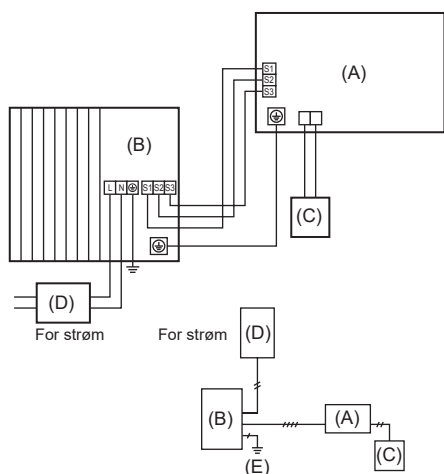

Fig. 6-1
6.1. Utendørsenhet (Fig. 6-1, Fig. 6-2)
(1) Fjern servicepanelet.
(2) Kople til kablene med henvisning til Fig. 6-1 og Fig. 6-2.